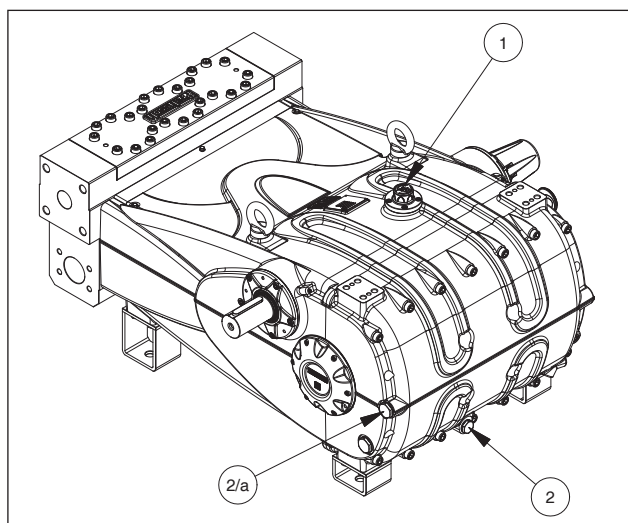

Рис. 1
Для слива масла выньте масломерный щуп поз. ①, Рис. 1, а затем - сливную пробку поз. ②, Рис. 1, расположенную с задней стороны картера. Используйте пробку поз. (2/а) на вертикальной модели.